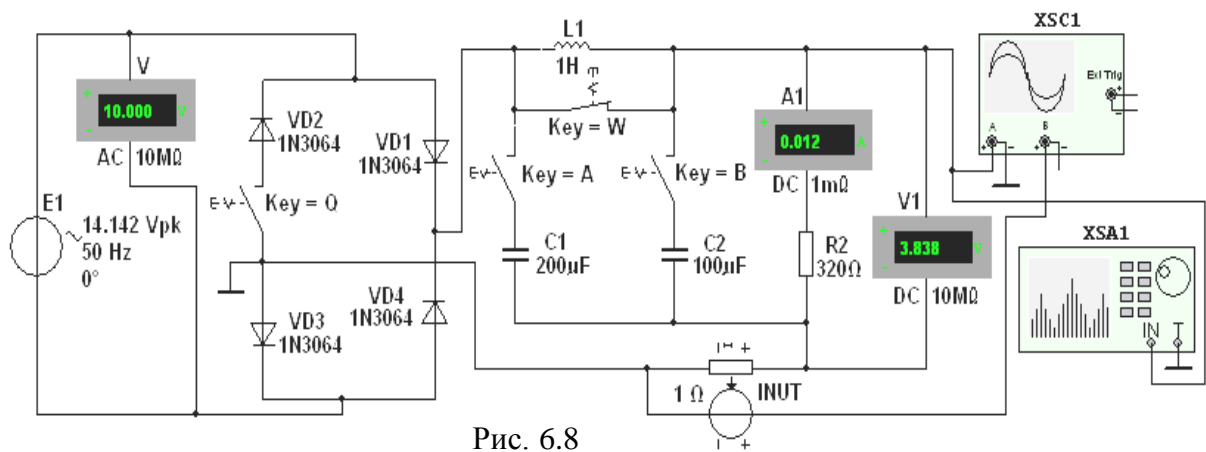

Рис. 6.8
Пункт 1) Задание 1. Запустить среду MS10. На рабочем поле среды MS10 **собрать** схему бестрансформаторного однофазного мостового неуправляемого выпрямителя (рис. 6.8) или **открыть** файл **6.8.ms10**, размещённый в папке с лабораторным заданием.
- **установить** параметры компонентов схемы, указанные на рис. 6.8: амплитуду ЭДС источника напряжения $E_{1m} = 14,142$ В (действующее значение $E_1 = 10$ В), частоту ЭДС $f = 50$ Гц, начальный угол сдвига фазы $\Psi_e = 0$;
- **скопировать** изображение схемы выпрямителя (см. рис. 6.8) на страницу отчёта;